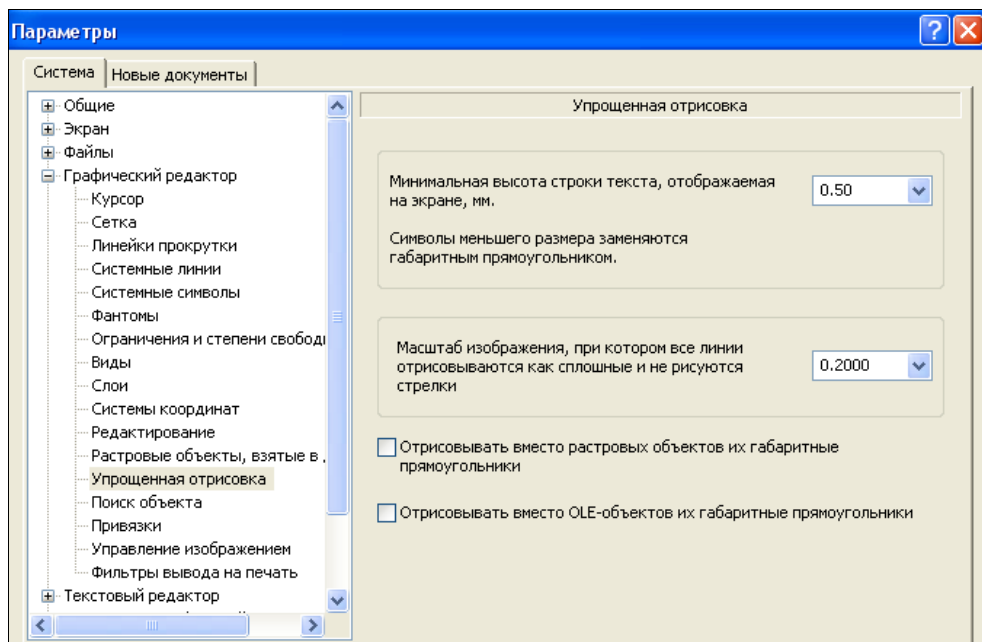

Рис. 15.14. Диалоговое окно **Параметры** с открытой панелью **Упрощенная отрисовка**
- ◆ щелкните ЛК мыши по пункту **Упрощенная отрисовка**. В правой части появилась панель **Упрощенная отрисовка** (рис. 15.14). На ней можно установить параметры упрощенного изображения объектов на экране. Упрощенная отрисовка применяется, когда текущий масштаб изображения становится слишком мелким для детального показа документа;